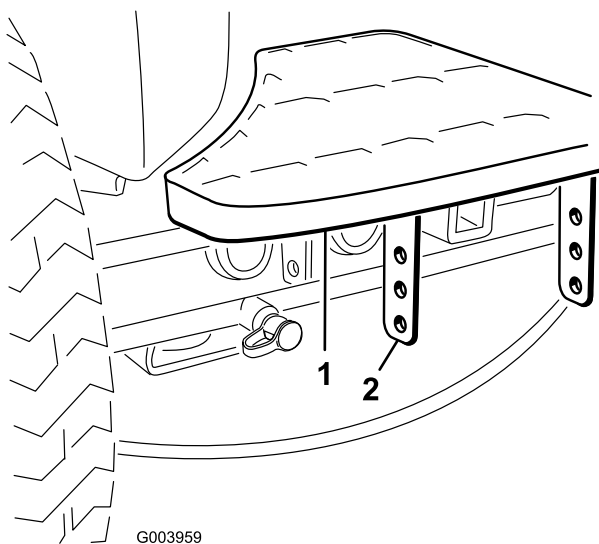

Bild 2
1. Nehmen Sie die zwei Schrauben und Muttern ab, mit denen die Trittbrethalterungen am Rahmen der Zugmaschine befestigt sind (Bild 2).